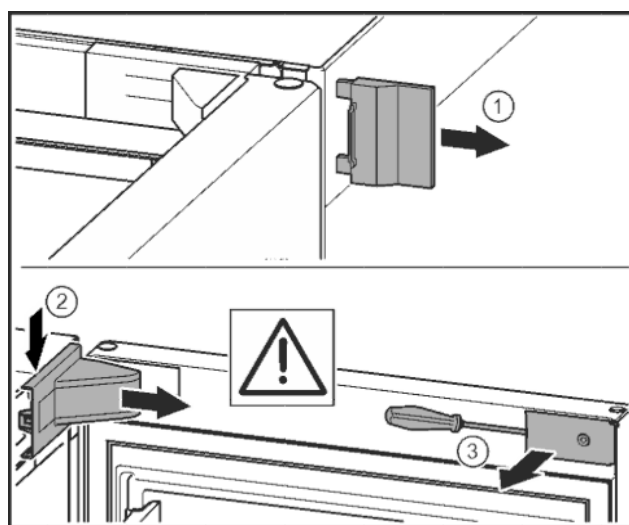

Fig. 10*
- Sejměte vnější kryt. *Fig. 10 (1)**
- Odjistěte a uvolněte kryt stojanu ložiska. Sejměte kryt stojanu ložiska. *Fig. 10 (2)**
- Plochým šroubovákem odjistěte lištu a otočte ke straně. *Fig. 10 (3)**